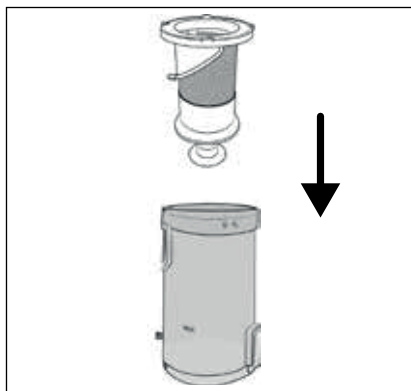

Fig. 26
- 6) Insérez le filtre en acier inoxydable **6** dans le bac à poussière **7** et poussez-le jusqu'en bas (voir fig. 26). Notez que le filtre en acier inoxydable **6** est doté de dispositifs d'arrêt de différentes tailles. Le filtre en acier inoxydable **6** ne s'insère dans le bac à poussière **7** que dans une seule position du fait de ces dispositifs d'arrêt.